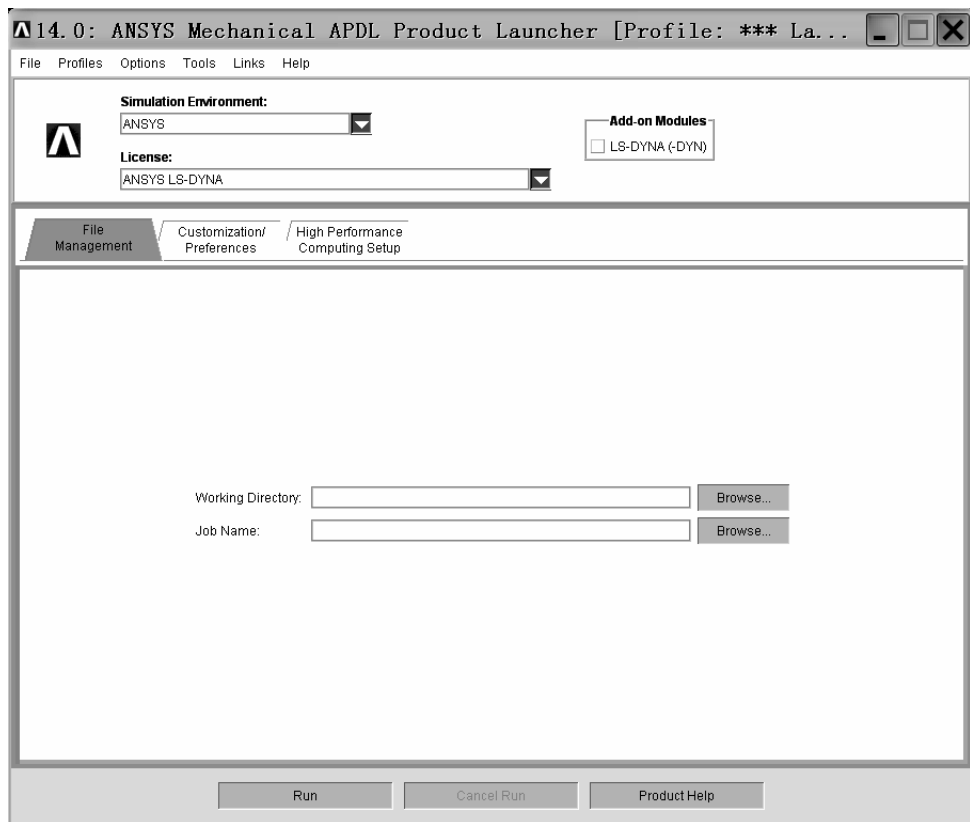

图 9-1 “14.0: ANSYS Mechanical APDL Product Launcher [Profile:***La...” 窗口
(1) 打开“14.0: ANSYS Mechanical APDL Product Launcher [Profile:***La...”窗口（见图 9-1）。
(2) 单击“14.0: ANSYS Mechanical APDL Product Launcher [Profile:***La...”窗口中“Simulation Environment:”方框后的倒立三角形图标，选中“ANSYS”。
(3) 单击“14.0: ANSYS Mechanical APDL Product Launcher [Profile:***La...”窗口中“License:”方框后的倒立三角形图标，选中“ANSYS LS-DYNA”。